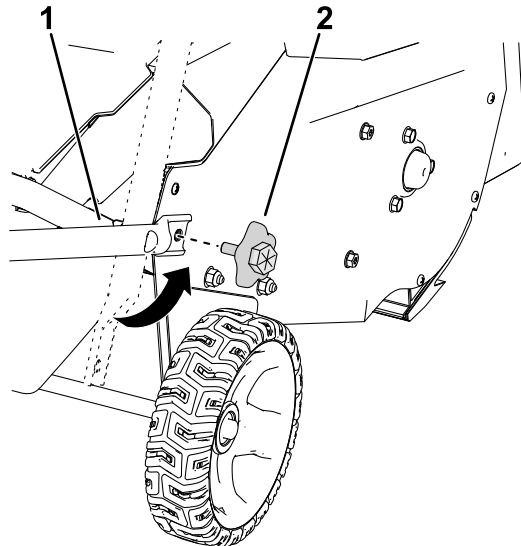

Figura 6
5. Mova a pega inferior para o sítio e instale os manípulos da pega inferior como se mostra na Figura 6.